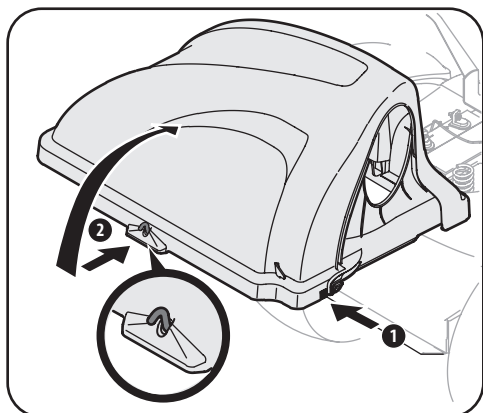

Figure 5-1
2. Soulevez le couvercle du bac récupérateur en pressant sur la patte arrière droite avec votre main droite (1) et en soulevant le couvercle à partir du milieu avec votre main gauche (2). Voir Figure 5-1. Ne retirez pas la goulotte supérieure.